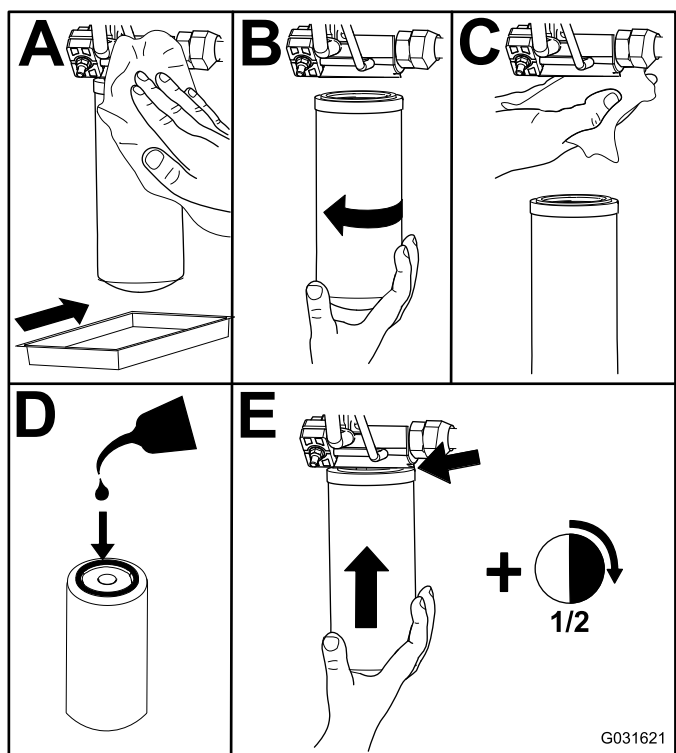

Figura 79
- Cambie los filtros hidráulicos (Figura 79).